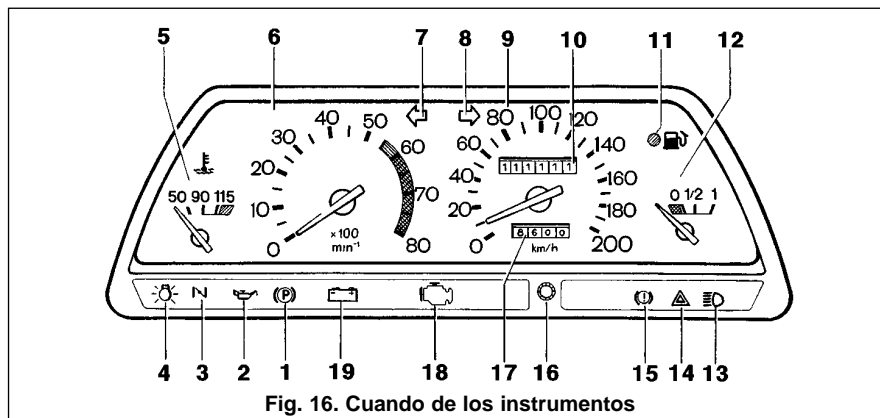

Fig. 16. Cuadro de los instrumentos
29—cuadro de instrumentos (véase fig. 16 y 17).
1. (fig. 16)—lámpara testigo de conexión del freno de estacionamiento. Luce una luz roja cuando se conecta el freno de estacionamiento.
1 - indicador de la temperatura del líquido refrigerante (ver pos.5, fig 16)
2- tacómetro (ver pos. 6 fig.16)
3- lámpara testigo de conexión de las luces de dirección izquierdas (ver pos.7 fig.16)
4- lámpara testigo de conexión de las luces de dirección derechas (ver pos.8 fig.16)
7 - lámpara testigo de reserva de gasolina (ver pos.11, fig.16)
8 - lámpara testigo de conexión de las luces de posición (ver pos.4,fig.16)
10. - lámpara testigo de conexión de luz de carretera (ver pos.13, fig.16)
14. - «  » lámpara testigo (controlar el motor) ver pos.18, fig.16
16. - **lámpara testigo de la carga de batería. (ver pos.19, fig.16)**
17. - **lámpara testigo de conexión del freno de estacionamiento (ver pos.1, fig.16)**
18. - **lámpara testigo de la presión insuficiente de aceite (ver pos.2, fig.16).**